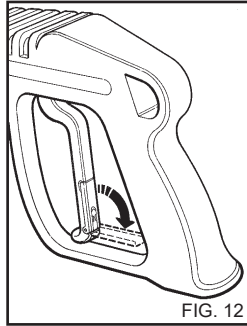

FIG. 12
- Kai plovimo mašina nenaudojama, užfiksuokite rankenos saugumo įtaisą (fig. 12).